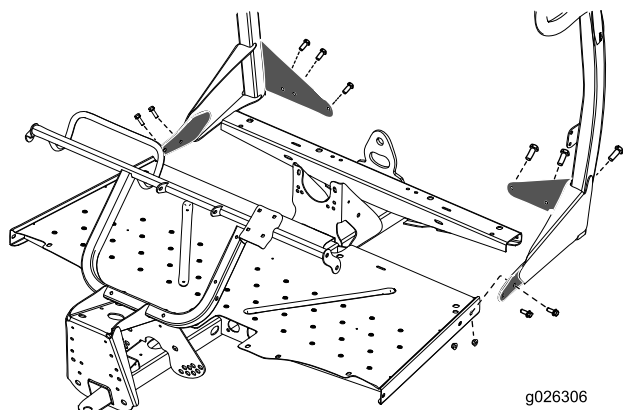

Figura 6
1. Posizionate il sistema di protezione antiribaltamento sulla macchina, come illustrato in Figura 6, allineando i fori di montaggio sui lati e sulla parte posteriore.
3. Fissate il sistema di protezione antiribaltamento ai lati del pianale del veicolo con i 4 bulloni rimanenti (3/8 poll.) e 4 dadi (3/8 poll.) (Figura 6).